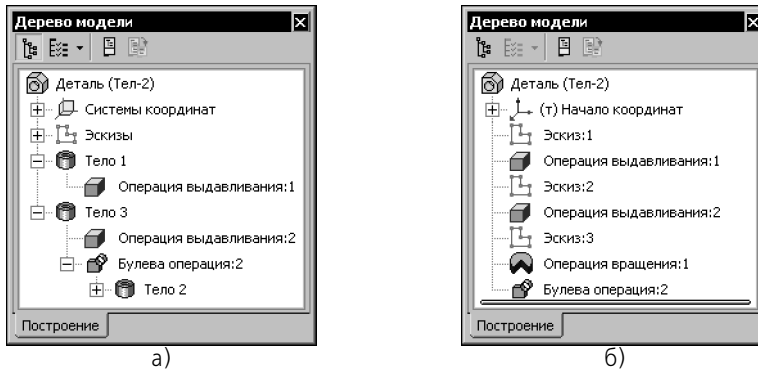

Рис. 100.2. Булева операция над телами детали:
- ▼ Если в детали присутствует булева операция над телами, то она размещается в разделе, который соответствует первому из участвующих в ней тел. Второе тело, участвующее в этой булевой операции, отображается как подчиненное ей (рис. 100.2, а).